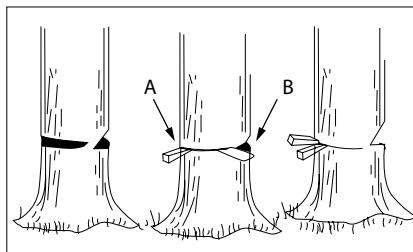

Abb. 16
Verwenden Sie Holz- oder Kunststoffkeile (A), um das Festklemmen der Schiene oder der Kette (B) im Schnitt zu verhindern. Die Keile lenken auch die Fällung (Abb. 16).